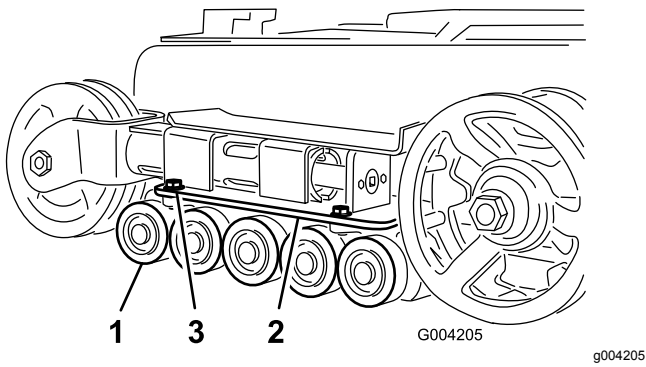

Figure 50
- Retirez les 4 boulons de fixation de chaque guide-chaîne inférieur qui contient les galets de roulement, et déposez-les (Figure 50).